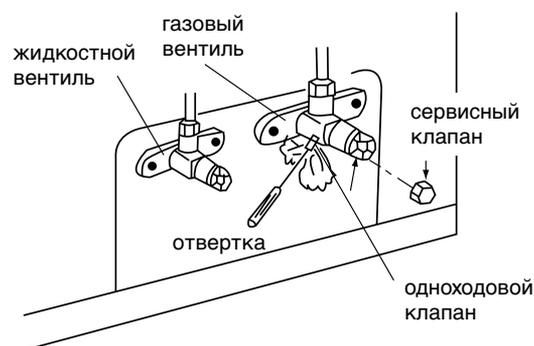

Рис. 9
5. Полностью откройте жидкостный и газовый вентили (см. рис. 9).
4. Полностью откройте вентили (см. рис. 9).